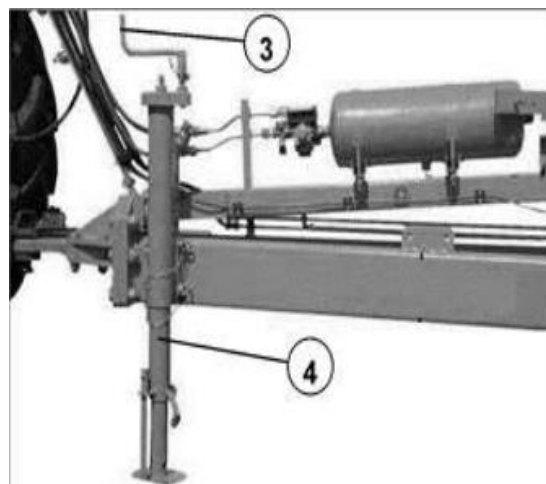

Рис. 5.7 – Опорная стойка в транспортном положении
- Установите опорную стойку (4) рис. 5.7 в транспортировочное положение: достаньте нижний фиксирующий палец, вынув предварительно фиксатор затем поверните стойку вверх и зафиксируйте ее установив палец в средние отверстия на опорной стойке, зафиксируйте палец фиксатором. Перевод в стояночное положение осуществляется в обратном порядке.